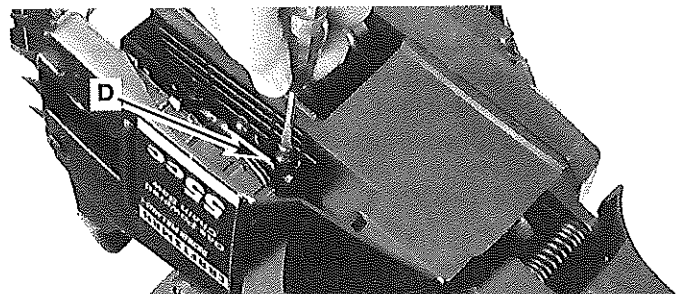

Fig. 11
Su sierra viene equipada con un sistema engrasador automático por engranaje. El engrasador libera automáticamente una cantidad automática de aceite a la barra y la cadena. A medida que aumenta la velocidad del motor también aumenta la liberación de aceite. La cantidad de aceite que se libera puede cambiarse girando la tuerca de ajuste (D) con un tornavís plano como se muestra en la Fig. 11. Gírelo en el sentido de las agujas del reloj para REDUCIR la cantidad de aceite y al revés para AUMENTARLA.